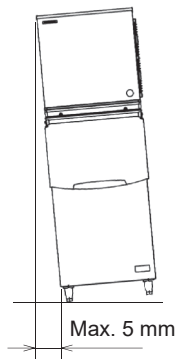

Fig. 2
* Disporre il distributore/il contenitore di raccolta ghiaccio in posizione orizzontale lungo l'asse fra il lato destro e sinistro e l'asse fra il lato anteriore e posteriore. Se si utilizza un contenitore di raccolta ghiaccio, regolarne le gambe in modo che il contenitore sia in posizione orizzontale. Vedere Fig. 2.